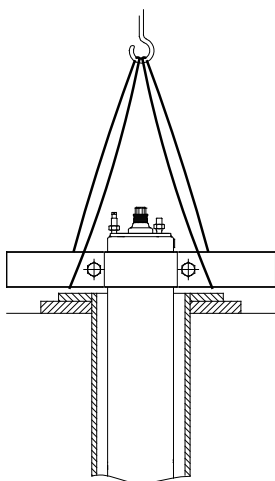

Abb. 18 Motor in vertikaler Position
2. Den Motor in die vertikale Stellung am Brunnenkopf anbringen, siehe Abb. 18.